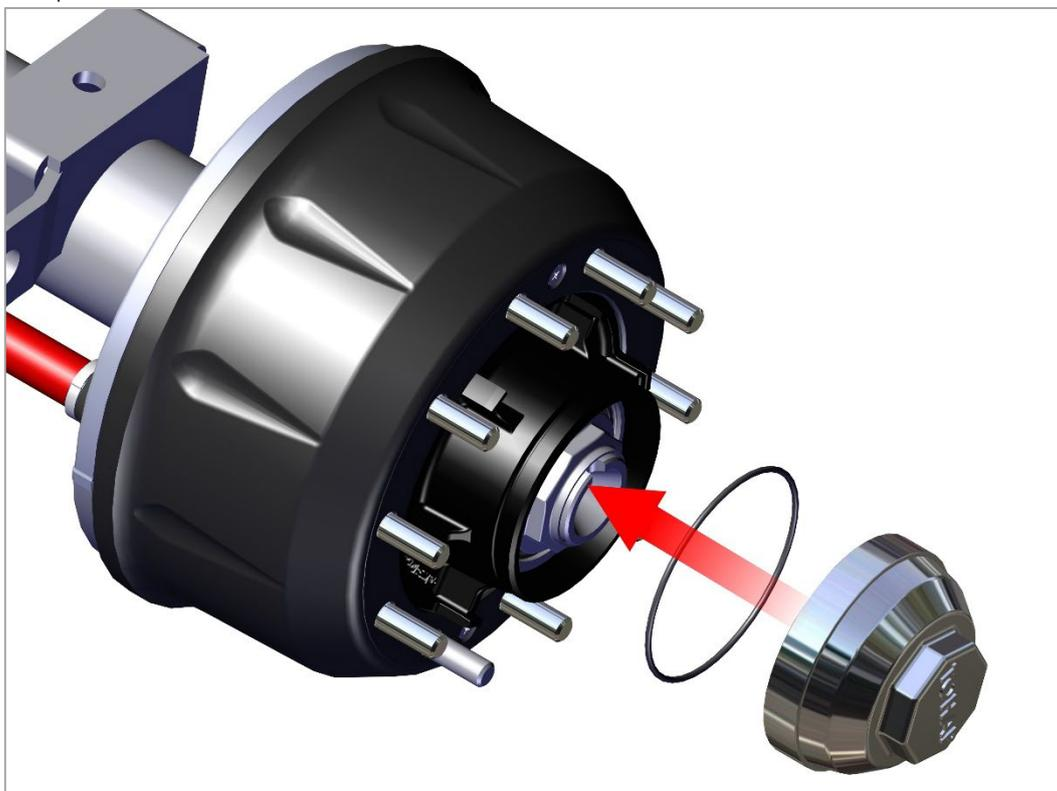

Рис. 8.2. Монтаж крышки ступицы колеса с резиновым уплотнительным кольцом
3) Установите крышку ступицы колеса с резиновым уплотнительным кольцом (рис. 8.2)